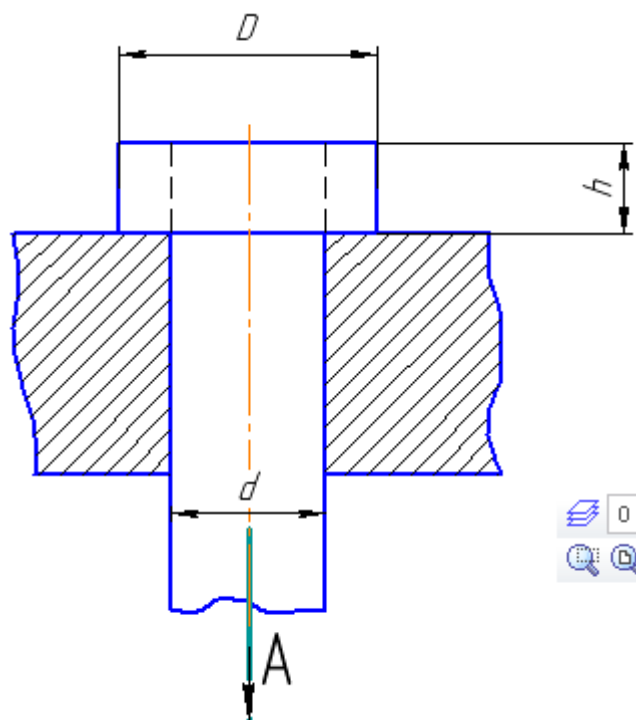

Рисунок 6. Исходная схема
1. Ознакомиться с заданием рисунок 6.